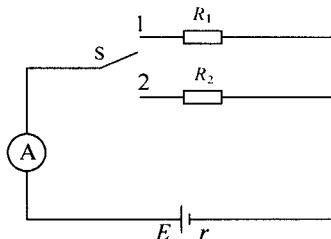

图 1.11 例 1.3 的图
**【例 1.3】** 如图 1.11 所示，当单刀双掷开关 S 合到位置 1 时，外电路的电阻  $R_1 = 14 \Omega$ ，测得电流表读数  $I_1 = 0.2 \text{ A}$ ；当开关 S 合到位置 2 时，外电路的电阻  $R_2 = 9 \Omega$ ，测得电流表读数  $I_2 = 0.3 \text{ A}$ ；试求电源的电动势 E 及其内阻 r。